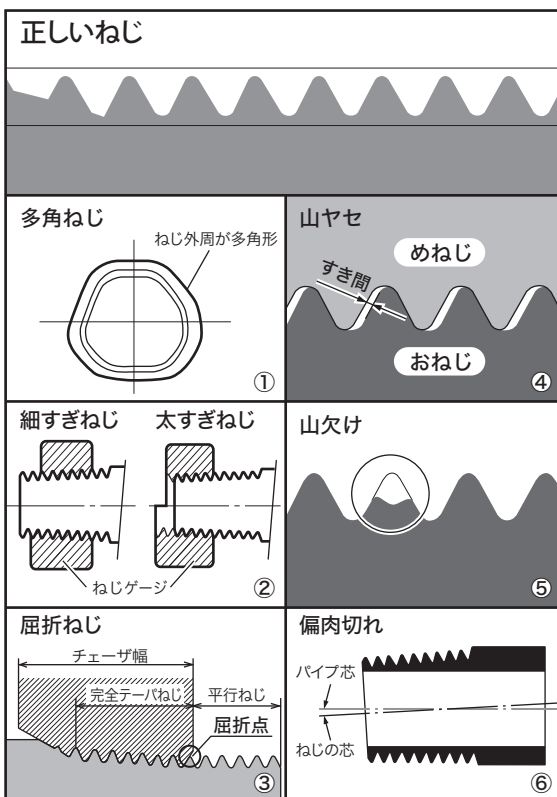

図 44
■悪いねじについて (図 44)
①多角ねじ (図 44- ①)
②ねじ径の細すぎ、太すぎ (図 44- ②)
③屈折ねじ (手動切上ダイヘッドの場合) (図 44- ③)
④切られたねじの山ヤセ (図 44- ④)
⑤切られたねじの山欠け (図 44- ⑤)
⑥パイプに対してのねじの偏肉切れ (図 44- ⑥)